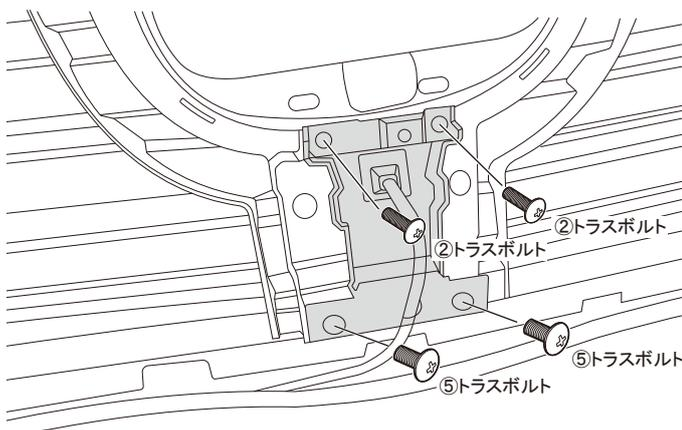

図10 フロントバンパーリテーナー取付け
10. 図10を参照し、手順2で取外した純正ボルトとクリップナットを使用し、①フロントグリルにフロントバンパーリテーナーを移植します。(CX-8のみ)